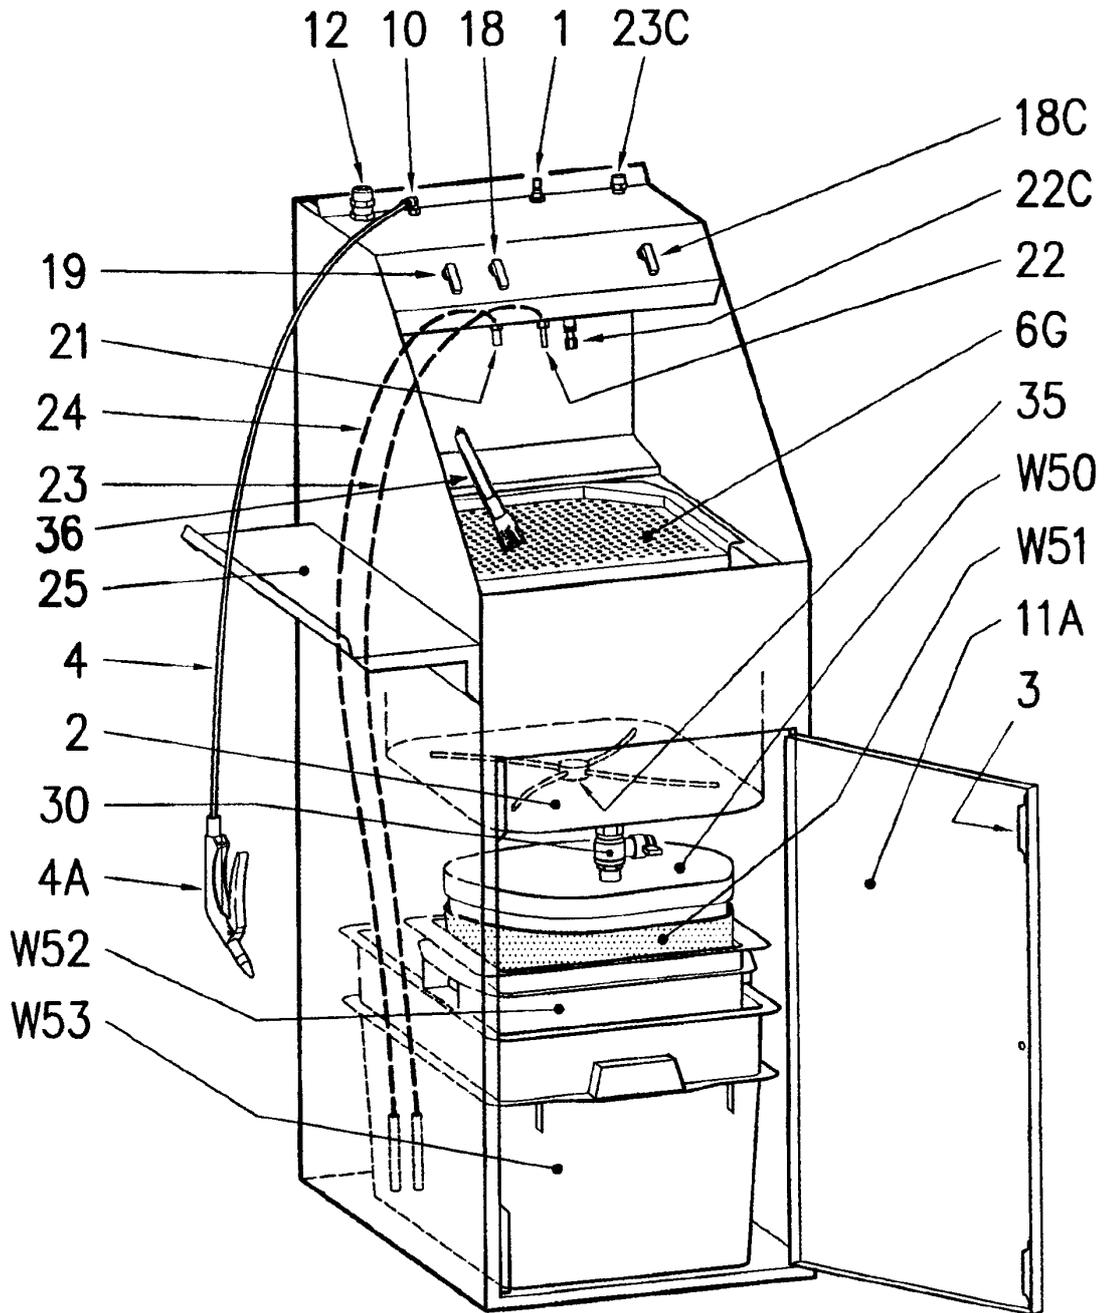

Figure 1
Le **Laveur-pulvérisateur** est principalement constitué d'un récipient en acier zingué (Cf. fig.1) où sont logés:
- Une cuve en acier inox permettant de récupérer l'eau usée (pos.2 fig.1).
- Une grille (pos.6G fig.1) placée sur la cuve en inox,
- Un nébuliseur (pos. 22 fig.1),
- Une pompe (pos. 21 fig.1)
- Un pulvérisateur (pos. 22C fig.1)
- Un diffuseur d'air pour le mélange de l'eau avec la poudre coagulante (pos.35 fig.1)
- Un kit pour la séparation de la peinture et de l'eau(pos.W51-W52-W53 fig.1)
- Tuyau souple pour le puisage de l'eau de lavage pour le nébuliseur "(pos.23 fig.1).
- Tuyau souple pour le puisage de l'eau de lavage pour la pompe (pos.24 fig.1)
- la commande de la pompe avec de l'eau propre (pos.19 fig.1)
- la commande du nébuliseur avec de l'eau propre (pos.18 fig.1),
- la commande de l'eau propre reliée à l'installation hydrique de l'entreprise (pos.18C fig.1).
- le régulateur du flux d'air pour le mélange de l'eau usée avec la poudre coagulante (pos.1 fig.1).
Description du LAVEUR-PULVÉRISATEUR (Cf. figure 1):
- Le **Laveur-pulvérisateur** est un appareil conçu et construit pour être utilisé dans des locaux où la formation d'atmosphères explosives dues à gaz, vapeurs, brouillards ou mélanges d'air et poussières, est **probable**: le **Laveur-pulvérisateur** garantit un niveau de protection élevé conforme au **groupe d'appareils II, catégorie 2, type de danger gaz (G) et poussières (D)** selon la directive 94/9/CE. **Il est conseillé** de placer l'appareil dans un endroit parfaitement aéré, loin de tableaux électriques, de sources de chaleur et d'étincelles.
- **Il est interdit** de poser des objets aux dimensions non adéquates et de poids supérieur à 10 kg sur le plan de travail (pos. 25 fig.1) du **Laveur-pulvérisateur**
- **Il est interdit** de débrancher et rebrancher fréquemment le tuyau d'alimentation en air au raccord (pos.12 fig.1).
- **Il est obligatoire** de avant d'utiliser le **Laveur-pulvérisateur**, contrôler que les tuyaux de remplissage de l'eau (pos.23-24 fig.1) soient bien introduits dans les récipients respectifs, veiller à ne pas les plier et contrôler qu'ils ne soient pas endommagés.
- **Il est obligatoire** de contrôler périodiquement que le niveau de l'eau dans la cuve (pos.2 fig.1) ne soit pas trop élevé afin d'éviter qu'elle ne déborde.
- **Il est conseillé** de avant de vider l'eau sale de la cuve (pos.2 fig.1), s'assurer que les deux récipients (pos.W52-W.53 fig.1) et le sac filtre à l'intérieur (pos.W51 fig.1), soient positionnés sous la soupape (pos.30 fig.1) afin d'éviter un débordement.
- **Il est conseillé** de en cas de non-utilisation du **Laveur-pulvérisateur** pendant une longue période, vider la cuve (pos.2 fig.1) et nettoyer avec de l'eau propre. A la fin, revider la cuve et stopper l'alimentation en air.